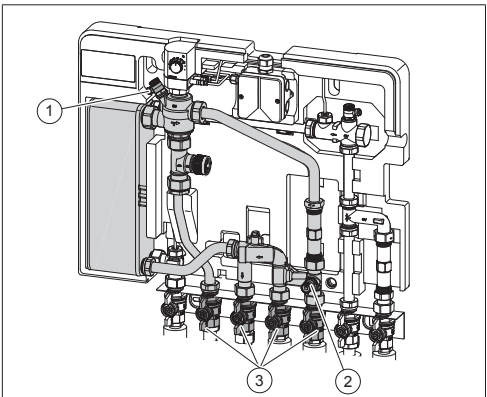

Fig. 3: Montarea ventilului de reglare
- Închideți cei 4 robinete sferici (3) marcați în fig. 3 ai setului de racordare cu robinete sferici.
(1)	Modul de service
- Deschideți ventilul de aerisire (vezi fig. 3 (1)) pentru a deprimiza consumatorul din instalație.
- Deschideți ventilul de golire (vezi fig. 3 (2)).
- Închideți ventilul de aerisire și golire (vezi fig. 3).